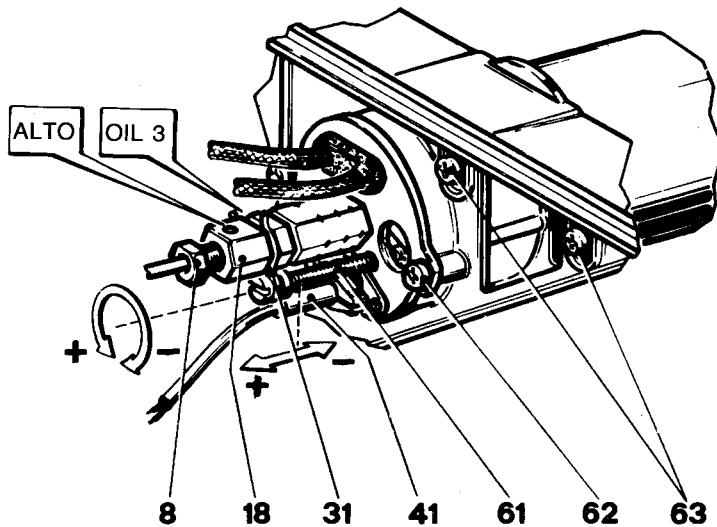

FIG. 12
- GB** MAINTENANCE (see Figures 12, 13, 14 and 15)
- F** ENTRETIEN (FIG. 12 - 13 - 14 - 15)
- E** MANTENIMIENTO (ver fig. 12 - 13 - 14 - 15)
- NL** ONDERHOUD (zie fig. 12 - 13 - 14 - 15)
ACHTUNG: Nach dem Austauschen bzw. Reinigen der Düse erfolgt der Zusammenbau, wobei die in Abb. 12 festgelegten Abstandsmaße beachtet werden müssen. Bevor der Düsenhalter montiert wird, sollten die Zündelektroden gereinigt werden.
Nach dem Ausbau des Düsenhalters kann eine Reinigung und Einstellung der Zündelektroden erfolgen. Vor der Wiedermontage sind die Abstandsmaße lt. Abb. 12 zu kontrollieren und evtl. neu einzustellen.